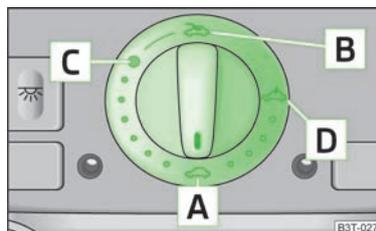

Fig. 27
Il tetto scorrevole/sollevabile si aziona con la manopola » fig. 27 e funziona solo con accensione inserita. L'interruttore può essere innestato in più posizioni.
- Ruotare l'interruttore in posizione **[C]** » fig. 27.
➤ Ruotare l'interruttore in posizione **A** » fig. 27.
Il tetto scorrevole/sollevabile è munito di un dispositivo di limitazione della forza. Quando un ostacolo (p. es. ghiaccio) impedisce la chiusura, il tetto si arresta e si apre completamente. Il tetto scorrevole/sollevabile si può chiudere completamente, escludendo il dispositivo di limitazione forza, se l'interruttore **A** viene tenuto premuto » fig. 27 sino a quando il tetto scorrevole/sollevabile è completamente chiuso » **!**.
Dopo ogni azionamento d'emergenza, il tetto scorrevole/sollevabile deve essere portato nella posizione di riposo. A tale scopo ruotare la manopola in posizione **A** e premerla nella parte anteriore per circa 10 secondi.» **fig. 27**